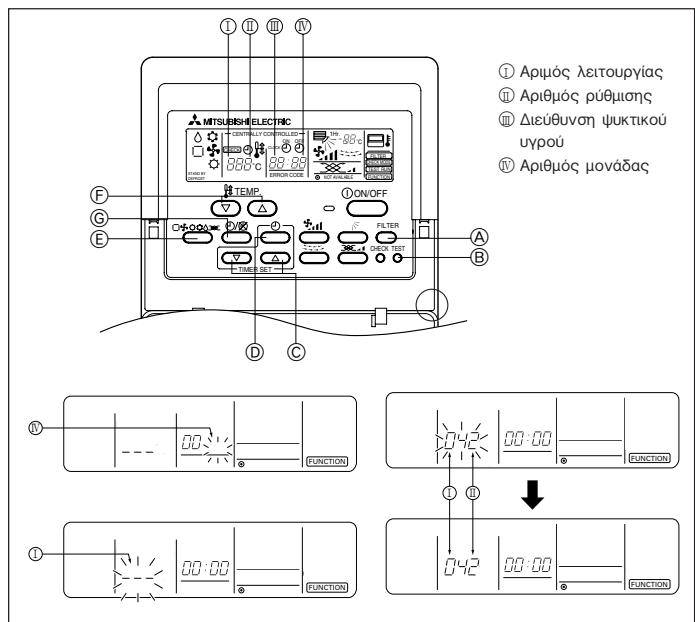

Fig. 6-5
6.3.1. Για ενσύρματο τηλεχειριστήριο (Fig. 6-5)